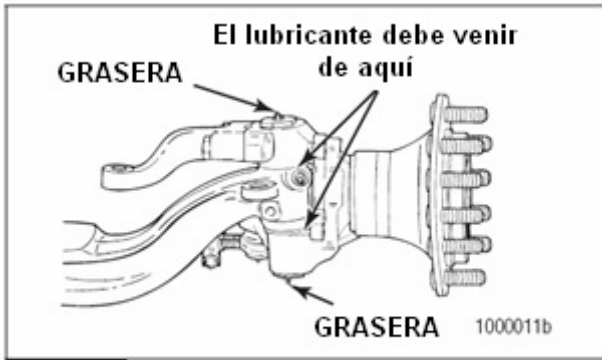

Figura 6.30
4. Lubrique los pernos maestros a través de las graseras en los tapones superiores e inferiores del perno maestro. Figura 6.30.
5. Fuerce lubricante dentro de los tapones superiores e inferiores de la grasa del perno maestro hasta que el nuevo lubricante fluya de entre el extremo superior de la viga del eje y de la charnela, y el extremo inferior de la viga del eje y la charnela. Figura 6.30.